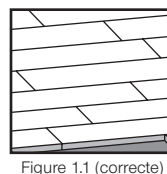

Figure 1.1 (correcte)
**ÉTAPE 5:** Installer les rangées subséquentes de la même façon, mais en utilisant cette fois un marteau à bois franc. Bien distancer les joints en alternant les longueurs des planches. Ceci est très important afin de créer l'effet des joints perdus. Une distance de 15,3 cm (6") minimum devrait être laissée entre les planches et les rangées adjacentes pour éviter d'aligner les joints (voir fig. 1.1 et 1.2).